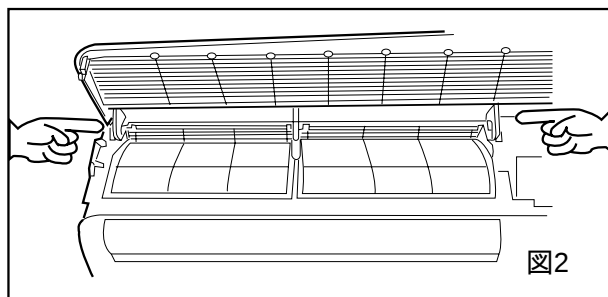

図2
2. パネルが水平になる（止まる）ところまで開きます。そのままの状態では、前面パネルの左右のヒンジ部分（図2）を本体側の突起のヒンジの穴から片方ずつはずします。パネルを手前に引き出すと、中央のヒンジも本体から外れ、パネルを取り出せます。